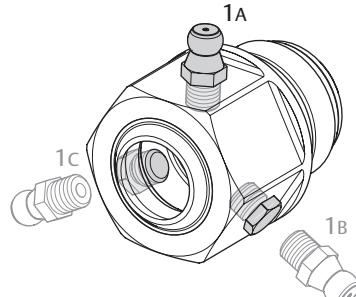

Fig. 5: Possibili posizioni del nippolo di lubrificazione
- Controllare la posizione del nippolo di lubrificazione (ved. → Fig. 5).